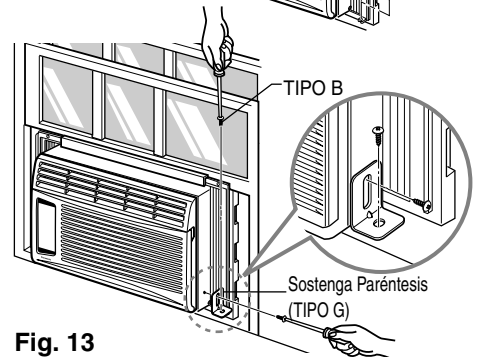

Fig. 13
- Abroche el paréntesis de suport (TIPO G) usando un tornillo quitado. Conecte el paréntesis de suport (TIPO G) en el alféizar interior de ventana con un tornillo (TIPO B), cuando Fig. 13.